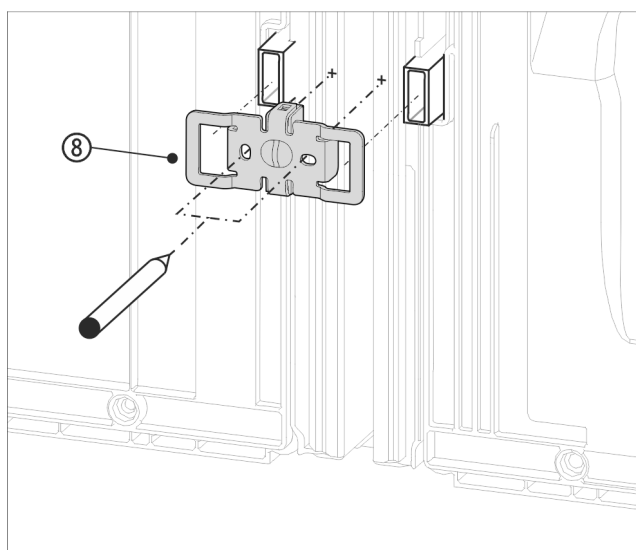

Fig. 14 Примерное отображение
- ▶ Надвиньте угол Fig. 14 (8) выемками над креплением для пристенных распорок.